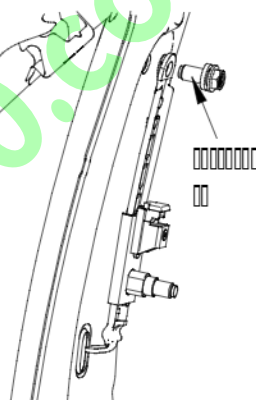

图 1-4
7、拆卸高度调节器上固定螺栓, 将高度调节器的下端从侧围限位孔中拿出。拆除高度调节器 B。螺栓拧紧力矩 $42\text{N}\cdot\text{m}$ (图 1-4)。